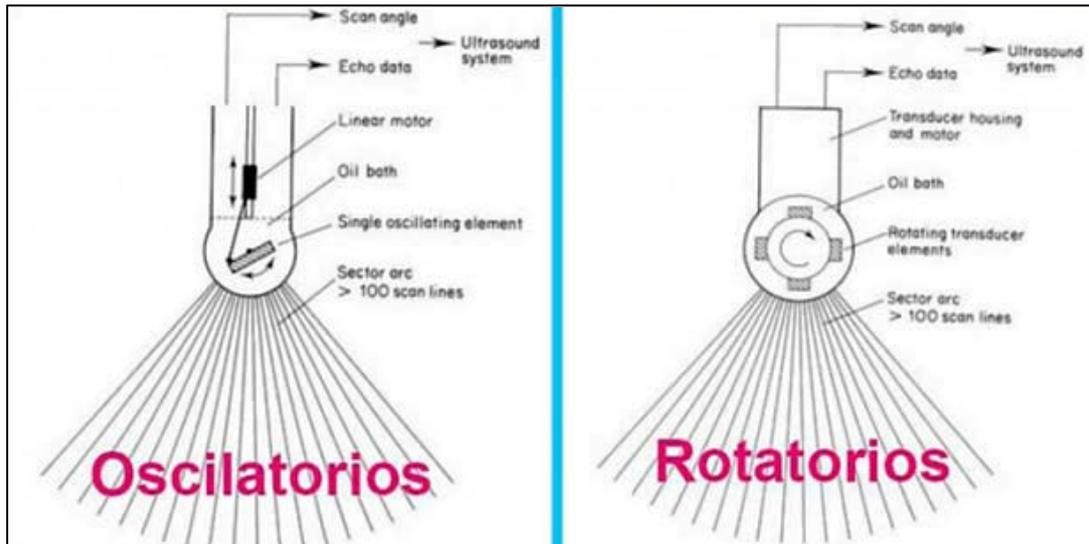

Imagen 6. Transductores oscilantes y rotatorios.
**Mecánicos:** Utilizan normalmente un solo cristal que mediante un pequeño motor se mueve barriendo el campo de visión (imagen 6).